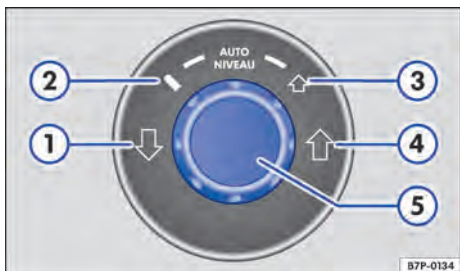

Fig. 174 Na parte inferior do console central: interruptor rotativo da regulagem de altura.
Legenda para Fig. 174:
- Girar o interruptor rotativo ⇒ Fig. 174 ⑤ para a altura desejada.
Com a regulagem de altura podem ser selecionadas 4 alturas diferentes ⇒ Fig. 174: